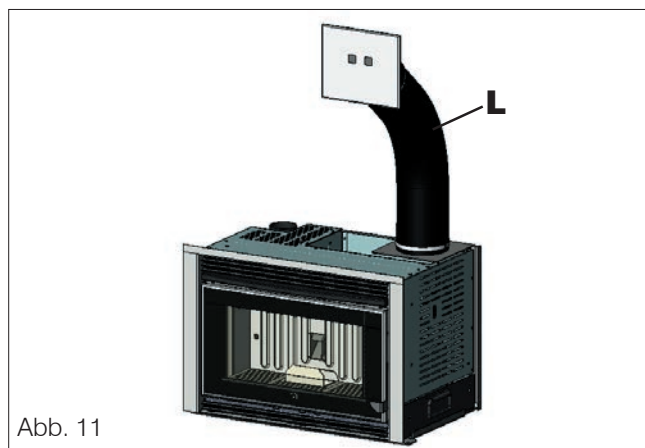

Abb. 11
- Für die Installation der Ladeöffnung (L - Abb. 11) siehe die nachfolgenden Seiten.